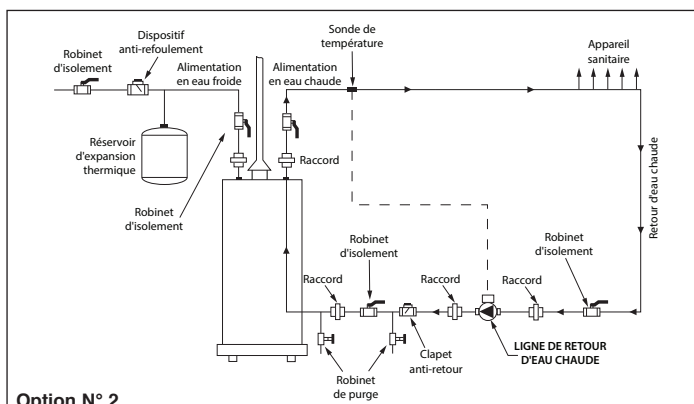

Figure 3: Schéma d'installation (Pour la démonstration seulement)
Ligne de retour d'eau chaude (Option N° 2) - Installez le SmartPlus sur le tuyau de retour d'eau chaude sanitaire (ECS) vers la source d'ECS. Le capteur externe fourni avec le SmartPlus doit être installé sur la ligne d'alimentation en eau chaude sanitaire. Reportez-vous à la Figure 3 ci-dessous.
1. Installez le SmartPlus en ligne sur la ligne de retour d'eau chaude sanitaire comme indiqué sur la Figure 3. Assurez-vous que la flèche directionnelle sur le boîtier est installée avec la flèche pointant vers la source d'eau chaude.
2. Installez tous les autres composants du système comme indiqué dans le diagramme de tuyauterie de la Figure 3.